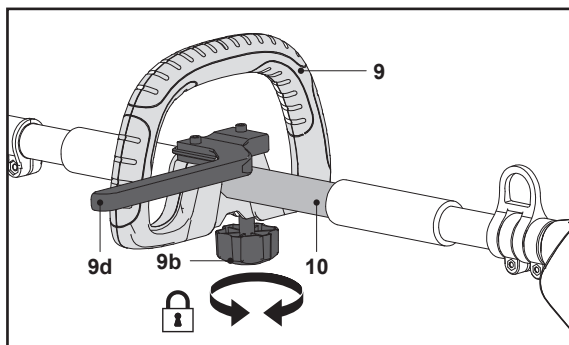

Fig. 7
5. Mută mânerul auxiliar (9) liber pe tija superioară (10) până în poziția adecvată (Fig. 7, pasul 1).
6. Fixează mânerul auxiliar (9) strângând butonul de blocare (9b) în sens orar cu mâna (Fig. 7, pasul 2).